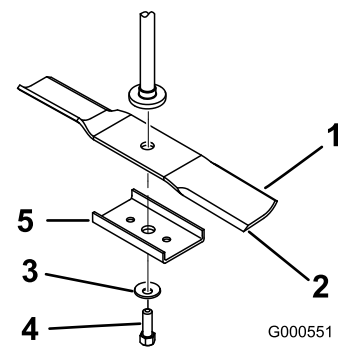

Figure 45
2. Enlevez de l'axe le boulon de lame, la rondelle bombée, le renfort de lame et la lame (Figure 45).
1. Placez la lame sur l'axe (Figure 45).
- Montez le renfort, la rondelle bombée (face concave vers la lame) et le boulon de lame (Figure 45).